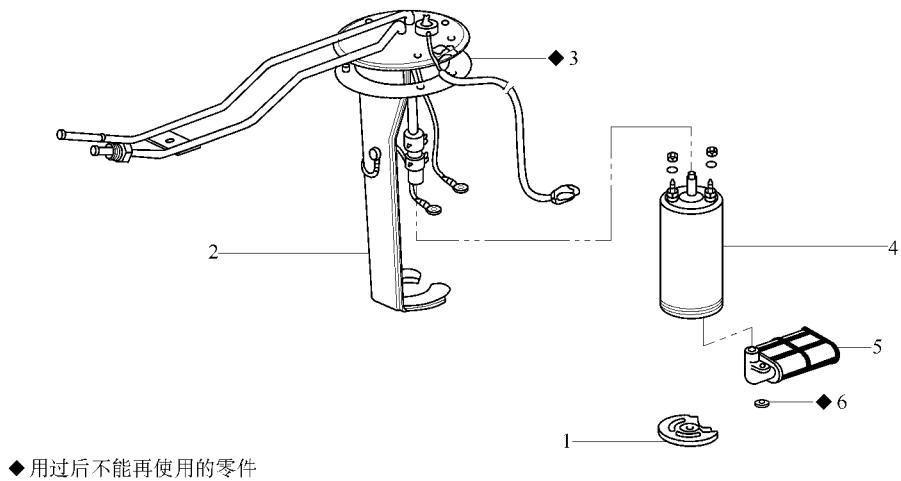

图 2-88 分解输油泵
2. 输油泵的拆卸 输油泵拆卸后分解的零件见图 2-88 所示。